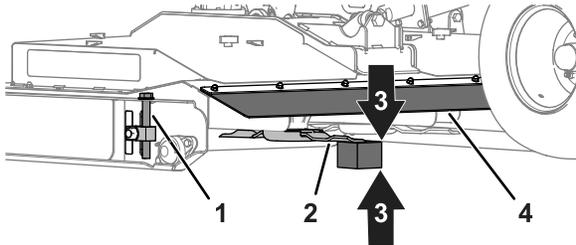

図 80
1. デッキの後方から、フラップを持ち上げて中央のブレードの後方端部と床面との間に角材50 mm角を入れる **図 80**。